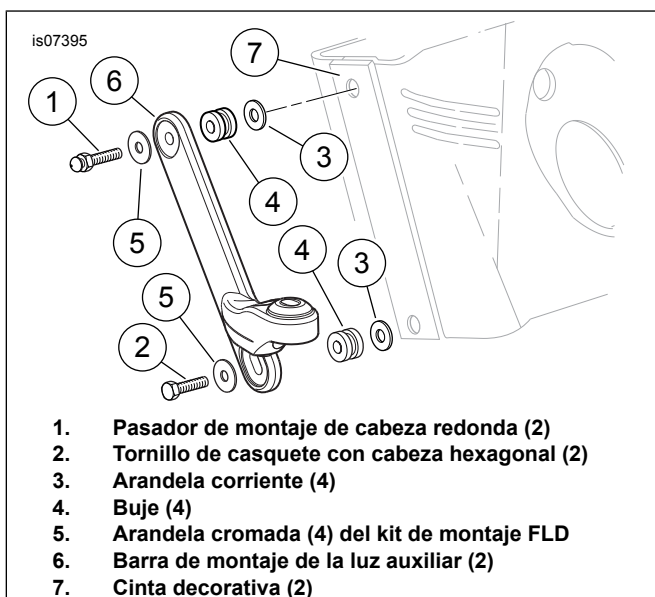

Figura 1. Instalación de la pieza de soporte de la luz auxiliar (FLSTF)
4. Vea Figura 1. Instale una arandela cromada del kit FLD (5) en las roscas del pasador de cabeza redonda (1), y luego inserte las roscas a través del agujero superior de la barra de montaje de la luz (6).